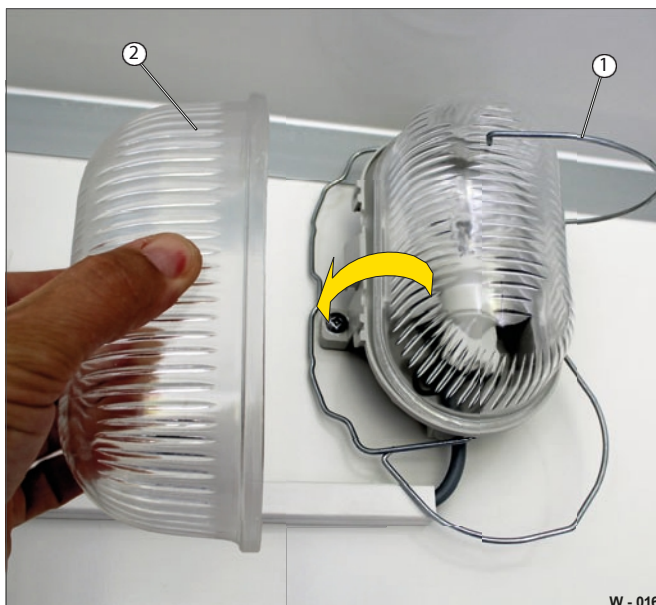

Fig. 16 Åpning / lukking av innvendig belysning
- Sving opp klipsfestene (fig. 16/1).
- Hold dekselet (fig. 16/2) godt fast.